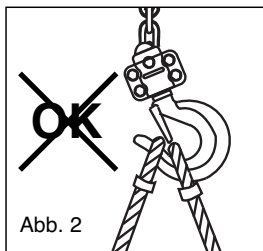

Abb. 2
- korrekt am Gerätehaken (Pos. 5, Abb. 1) angeschlagen und die Sicherungsklappe des Gerätehakens (Pos. 6, Abb. 1) geschlossen ist (siehe Abb. 2 und 3).
1. Das Anschlagmittel für die Last muß im Hakengrund liegen und darf das Schließen der Sicherheitsklappe nicht behindern (siehe Abb. 2 und 3).